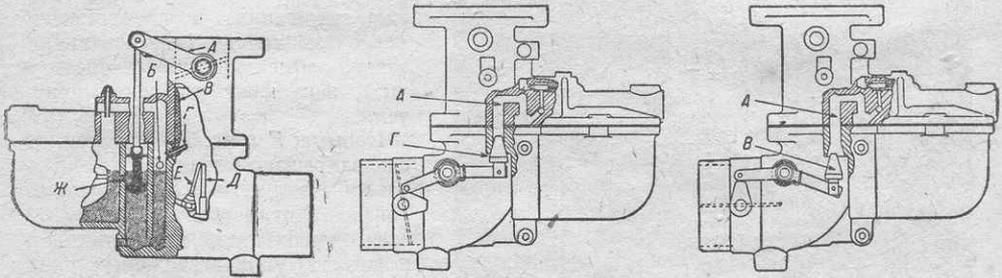

Рис. 33—35. Схемы карбюратора.
10. Жиклер ускорения *Г* (или жиклера акселерации), соединенный с насосом ускорения *Ж* (см. рис. 33).
Канал, соединяющий насос ускорения с жиклером *Г*, имеет сверление *Б* (см. рис. 33), расположенное на 4 мм выше уровня бензина в канале или в поплавковой камере.
Подача компенсаторного жиклера *Е* зависит от уровня бензина в компенсаторном колодце, но так как компенсационный колодец соединен сверлением *Б* с каналом насоса ускорения, то в момент повышения уровня бензина в канале увеличится и подача через компенсационный жиклер *Е* (см. рис. 33) за счет повышения уровня компенсационного колодца.